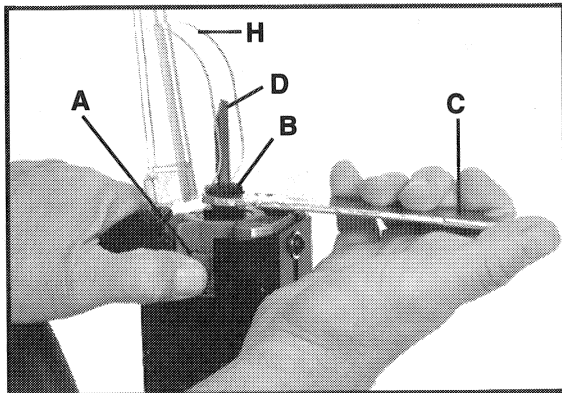

Fig. 4
4. Appuyez sur la serrure du porte-foret (A) Fig. 4, et tournez d'une main l'écrou du collet en sens des aiguilles d'une montre jusqu'à ce que la serrure engage le trou de l'arbre du moteur.